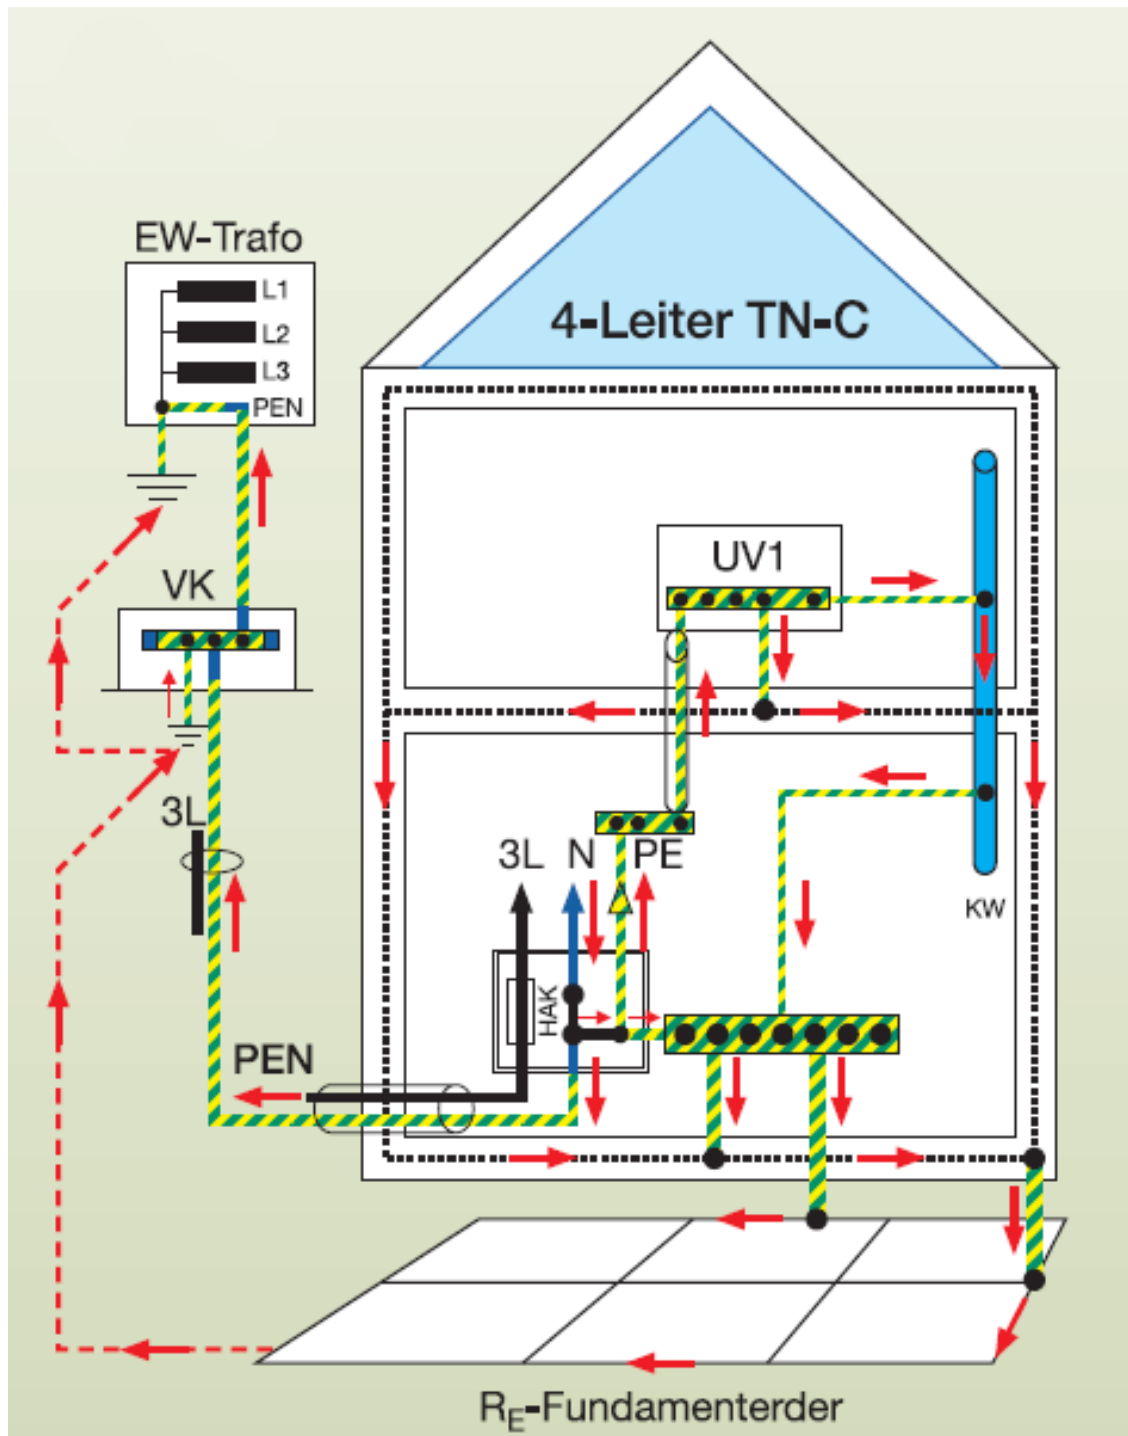
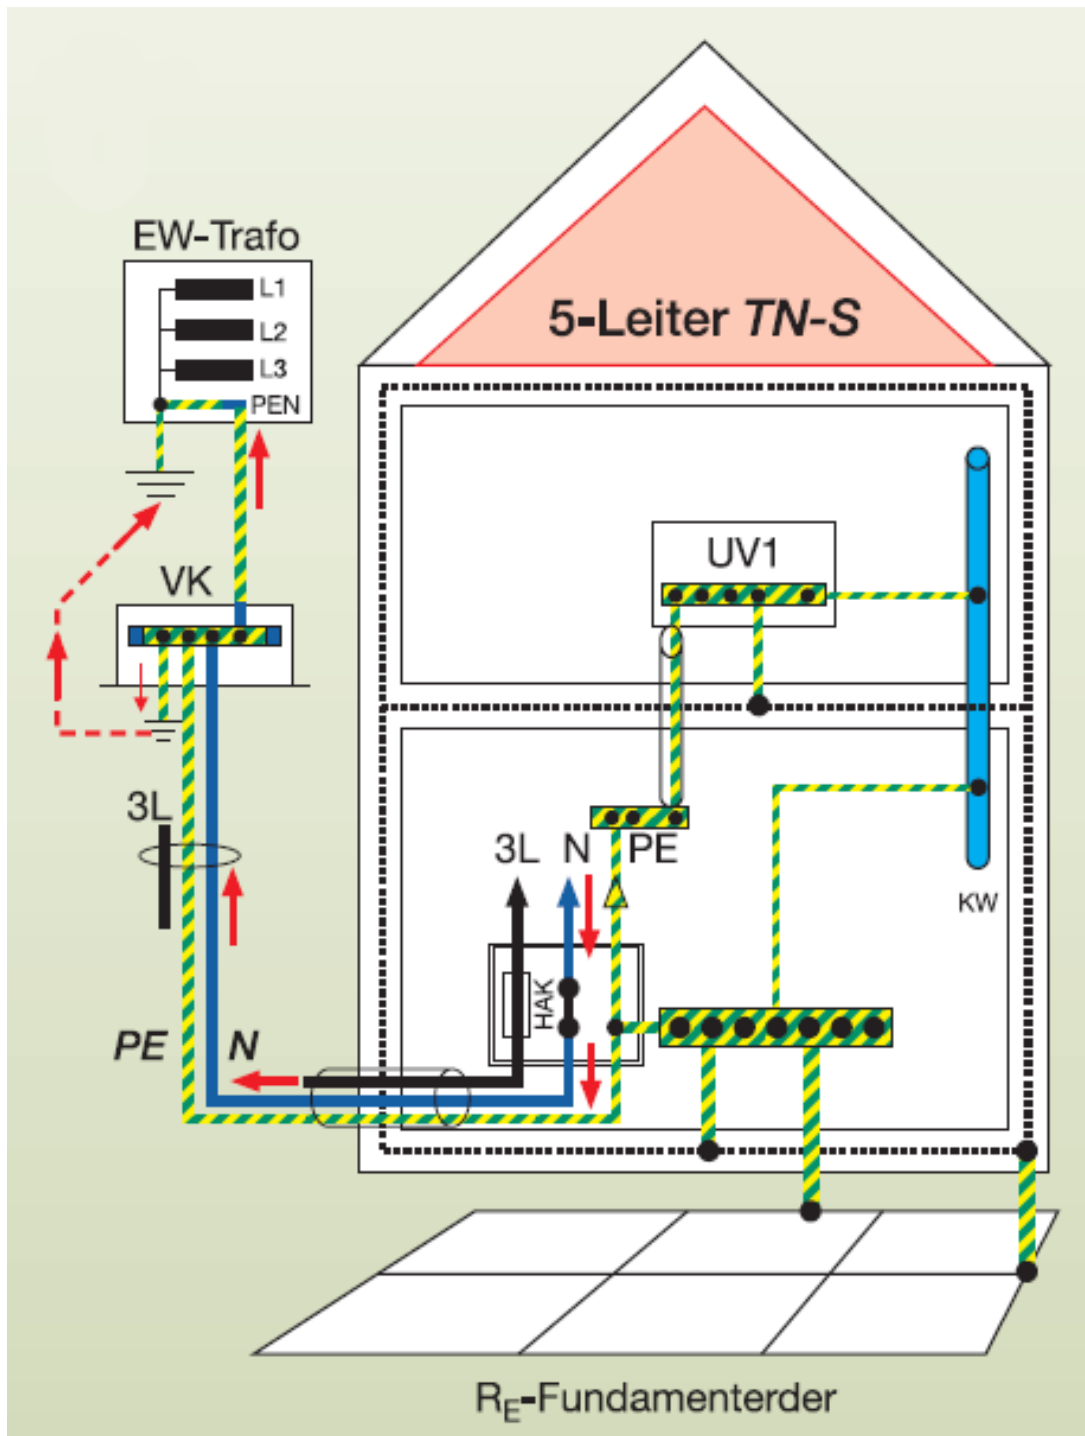

Bild 1a. TN-C-System
Bild 1b. TN-S-System
Heute wird das Hausanschlusskabel ab der Kabelverteilkabine im TN-C-System mit einem Vierleiterkabel ausgeführt. Der Rückleiter ist der kombinierte Neutral-(N) und Schutzleiter (PE), bekanntlich als PEN-Leiter bezeichnet. Der Netz-PEN-Leiter muss im Gebäude im Hausanschlusskasten geerdet werden, das heisst, der Netz-PEN-Leiter ist mit dem Fundamenterder-, dem Potenzialausgleich und dem Blitzschutz verbunden. In der Kabelverteilkabine und in der speisenden Transformatorenstation wird der Netz-PEN-Leiter ebenfalls an Erde gelegt, dadurch entstehen unerwünschte Mehrfacherdungen mit dem Gebäude und somit ungünstige Ausgleichs- und Neutraleiterströme, die wir vereinfacht als „nicht EMV-freundlich“ bezeichnen. In Bild 1a werden die möglichen Wege der Ausgleichs- und Neutraleiterströme mit einem TN-C-Vierleiter-Hausanschlusskabel im Gebäude dargestellt. Bei
Der Netzbetreiber sollte die Ausgleichs- und Neutralleiterströme im Gebäude reduzieren oder noch besser ganz verhindern, damit die installierten Geräte nicht gestört werden. Denn die vagabundierenden Ströme vom Neutralleiter zum geerdeten Netz-PEN-Leiter beim Übergang von TN-S auf TN-C beim Vierleiter-Hausanschlusskabel verursachen Spannungsdifferenzen zwischen geerdeten Teilen und Potenzialausgleichsleitungen. Diese stören die elektrischen Geräte, oft ohne dass man nachvollziehen kann, woher die Störung genau kommt. Mit einem Fünfleiter-Hausanschlusskabel fließen im Normalbetrieb keine Ausgleichs- und Neutralleiterströme über Potenzialausgleichs- und Erdungsleitungen oder andere leitfähige Teile im Gebäude zum Anschlusspunkt zurück. Der Neutralleiterstrom wird ordnungsgemäss im isolierten Neutralleiter bis zur Anschlussstelle in der Trafostation, der Verteilkabine oder dem Kleinstromverteiler ausserhalb des Gebäudes geführt. Bild 1b zeigt das „EMV-freundliche“ Gebäude im TN-S-System mit einem Fünfleiter-Hausanschlusskabel. Hier gibt es keine Mehrfacherdungen des Netz-PEN-Leiters mit dem Gebäude und es entstehen keine netzbedingten Beeinflussungen im Gebäude.
Beim TN-C-System (Bild 1a) mit einem Vierleiter-Hausanschlusskabel verbreiten sich in Folge Mehrfacherdungen des Netz-PEN-Leiters die netzbedingten Ausgleichs- und Neutralleiterströme im ganzen Gebäude. Dadurch entstehen Spannungsdifferenzen zwischen geerdeten Teilen und auf Potenzialausgleichsleitungen sowie NF-Magnetfelder, die empfindliche Systeme stören können. Beim TN-S-System mit einem Fünfleiterkabel (Bild 1b) führt der Neutralleiter bis zur Trafostation oder Verteilkabine. Im Gebäude werden die netzbedingten vagabundierenden Neutralleiterströme wirksam verhindert und die Ausgleichsströme stark reduziert.